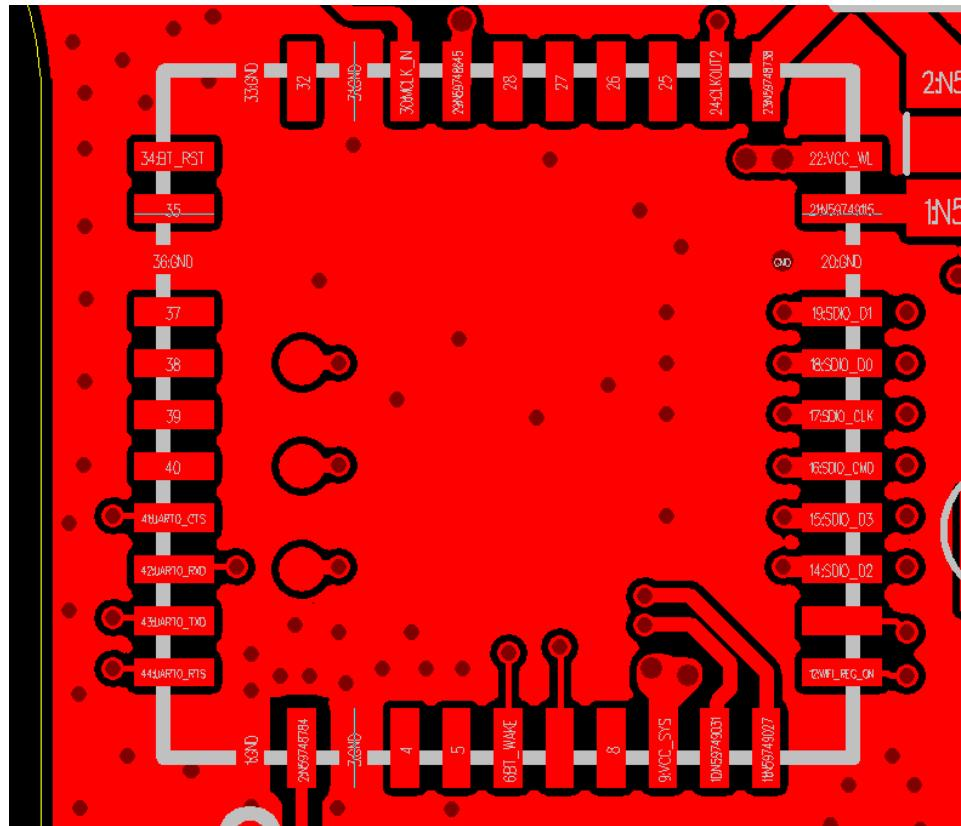

图23-10
- 模组下方第一层保持完整的地，不要有其他信号走线，如图23-10。